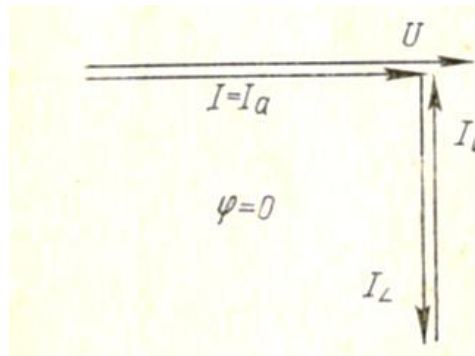

Рисунок 8 Векторная диаграмма – резонанс токов
Третий случай возможен только тогда, когда реактивные токи равны между собой, т. е. $I_L = I_C$. Случай этот называют резонансом токов. При резонансе токов векторная диаграмма имеет вид (рисунок 8).
- 7.1 Построить векторную диаграмму в момент резонанса токов (диаграмма рисунок 8).